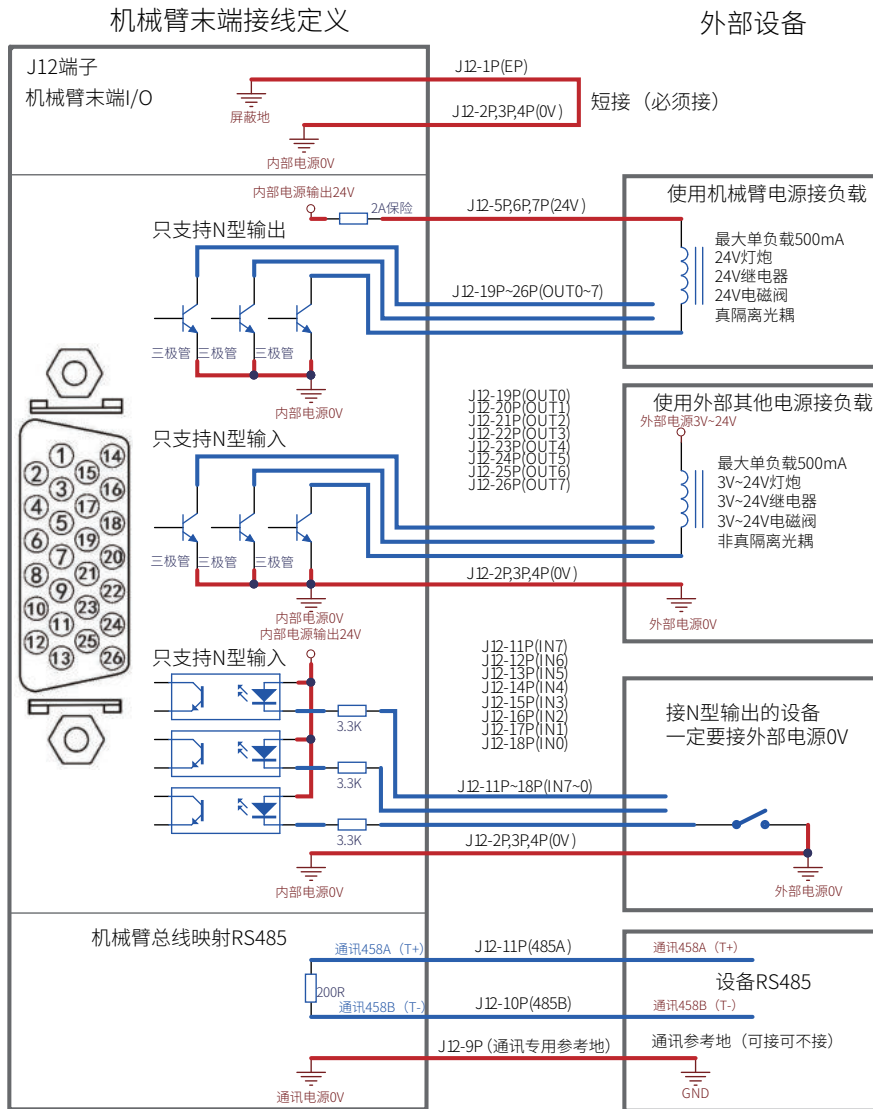

图 5
- (1) J10B为4芯直通线航空插头通到底座J10A;
- (2) J11B为4芯直通线航空插头通到底座J11A。
7. J12接口内部电路设计 (图5所示)